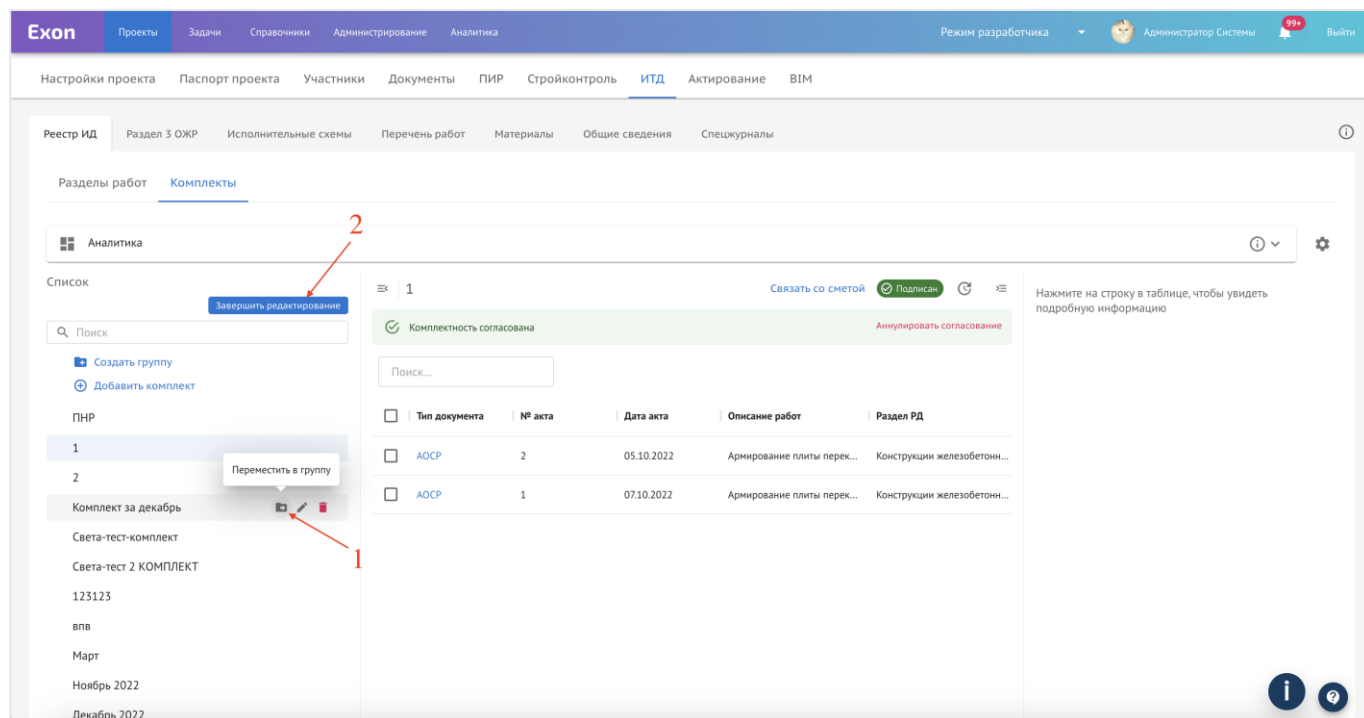

Рис. 88 – Добавление Комплекта в группу
3. Для добавления комплекта в группу необходимо навести на строку с комплектом и нажать «Переместить в группу» (1), после чего выбрать нужную. По окончании нажать на «Завершить редактирование» (2) (рис. 88);